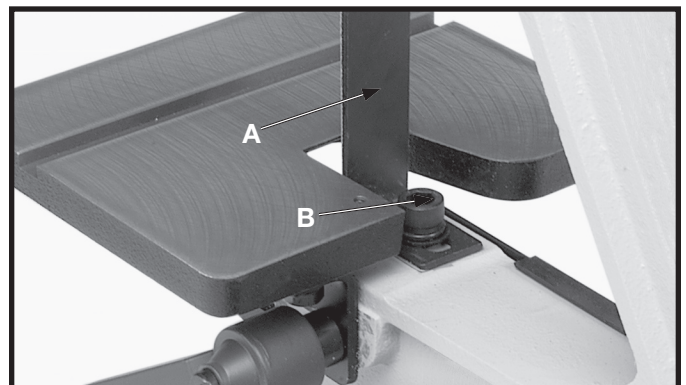

Fig. 24
La table porte-pièce (A) fig. 24, est fabriqué en acier solide pour bien supporter les pièces en cours de ponçage. Régler la table porte-pièce de sorte qu'elle touche presque l'arrière de la bande abrasive. Pour le réglage, desserrer la vis (B), déplacer la table porte-pièce à la position souhaitée puis serrer la vis (B).
Retirer la vis (B) fig. 24, et la table porte-pièce (A) pour des opérations comme l'ébardage, le ponçage de profilés, le polissage ou d'autres opérations spéciales.